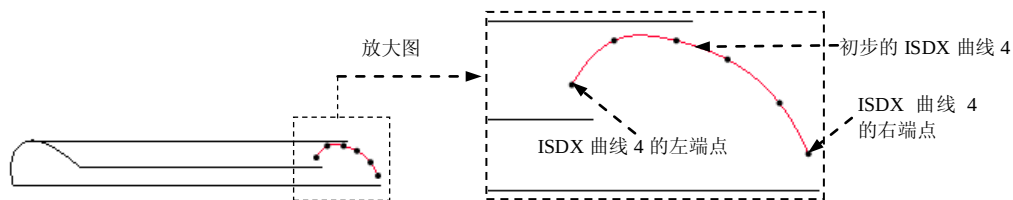

图 8.8.38 创建初步的 ISDX 曲线 4
(1) 设置活动平面。ISDX 曲线 4 的活动平面仍然是 RIGHT 基准平面。
(2) 单击  按钮，选择 Course_v3 视图。
(3) 创建初步的 ISDX 曲线 4。单击 **样式** 功能选项卡 **曲线** 区域中的“曲线”按钮 。在操控板中单击  按钮。绘制图 8.8.38 所示的初步的 ISDX 曲线 4，然后单击操控板中的  按钮。
(4) 编辑初步的 ISDX 曲线 4。
① 单击 **样式** 功能选项卡 **曲线** 区域中的“曲线编辑”按钮 。选取图 8.8.38 所示的初步的 ISDX 曲线 4。